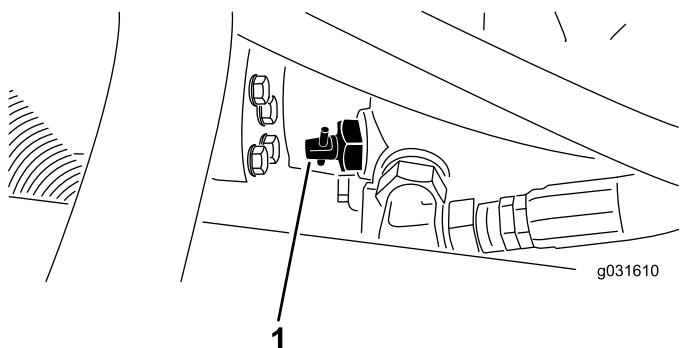

Figura 29
1. Localize a válvula de derivação na bomba (Figura 29) e desaperte-a rodando 90° (1/4 de volta).